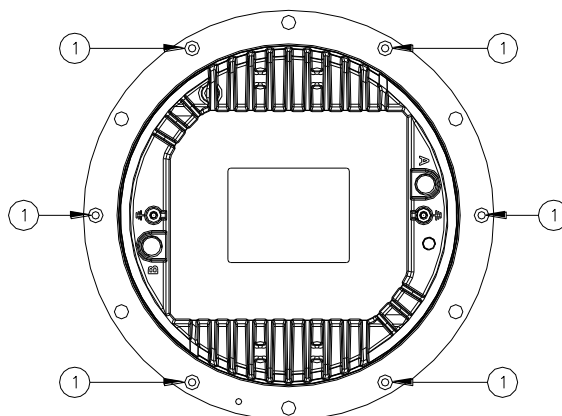

Figura 16 – Tornillos de fijación de la cubierta inferior
- Abra el dispositivo desatornillando los seis tornillos de bloqueo HSFH M5x10 (Figura 16 - n.º 1).
- seis tornillos de bloqueo HSFH M5x10 (Figura 16 - n.º 1);
Compruebe la posición correcta de las dos juntas tóricas entre la cúpula y la cubierta inferior (Figura 18 - n.º 2 y 3); monte la cubierta inferior en la cúpula y fíjela con los seis tornillos HSFH M5x10 (Figura 16 - n.º 1). Se debe aplicar una gota de adhesivo anaeróbico de tipo bajo (por ejemplo, LOXEAL 24-18) a los tornillos antes de la instalación. El par de apriete es de 2,5 Nm.